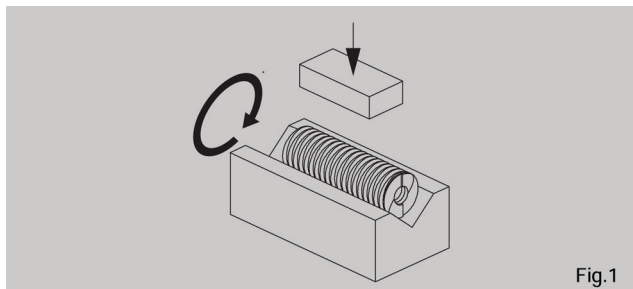

Fig.1
1. 螺旋皿ばね単体をVブロック上に寝かせ回転させながら、金属ブロック材でかるく叩き、螺旋皿ばねのズレを補正してください。「Fig.1」